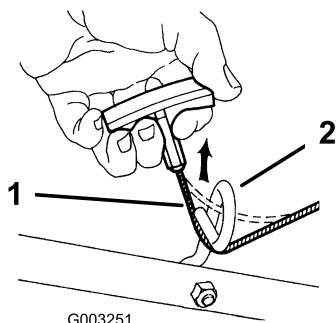

Figura 4
1. Pase la cuerda de arranque a través de la guía del manillar (Figura 4).